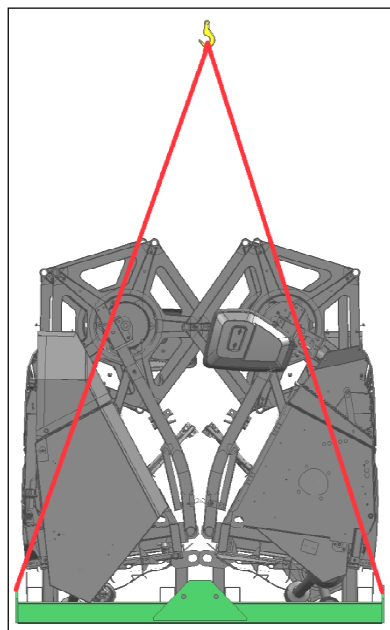

Рисунок 8.20
4) Для дальнейшего транспортирования двух жаток на общей подставке в кузове автомобильного транспорта, необходимо отсоединить четыре стропы длиной 3300 мм от рамки, и закрепить стропы длиной 5000 на общую подставку ЖСУ-701.33.11.100 (см. рисунок 8.20).